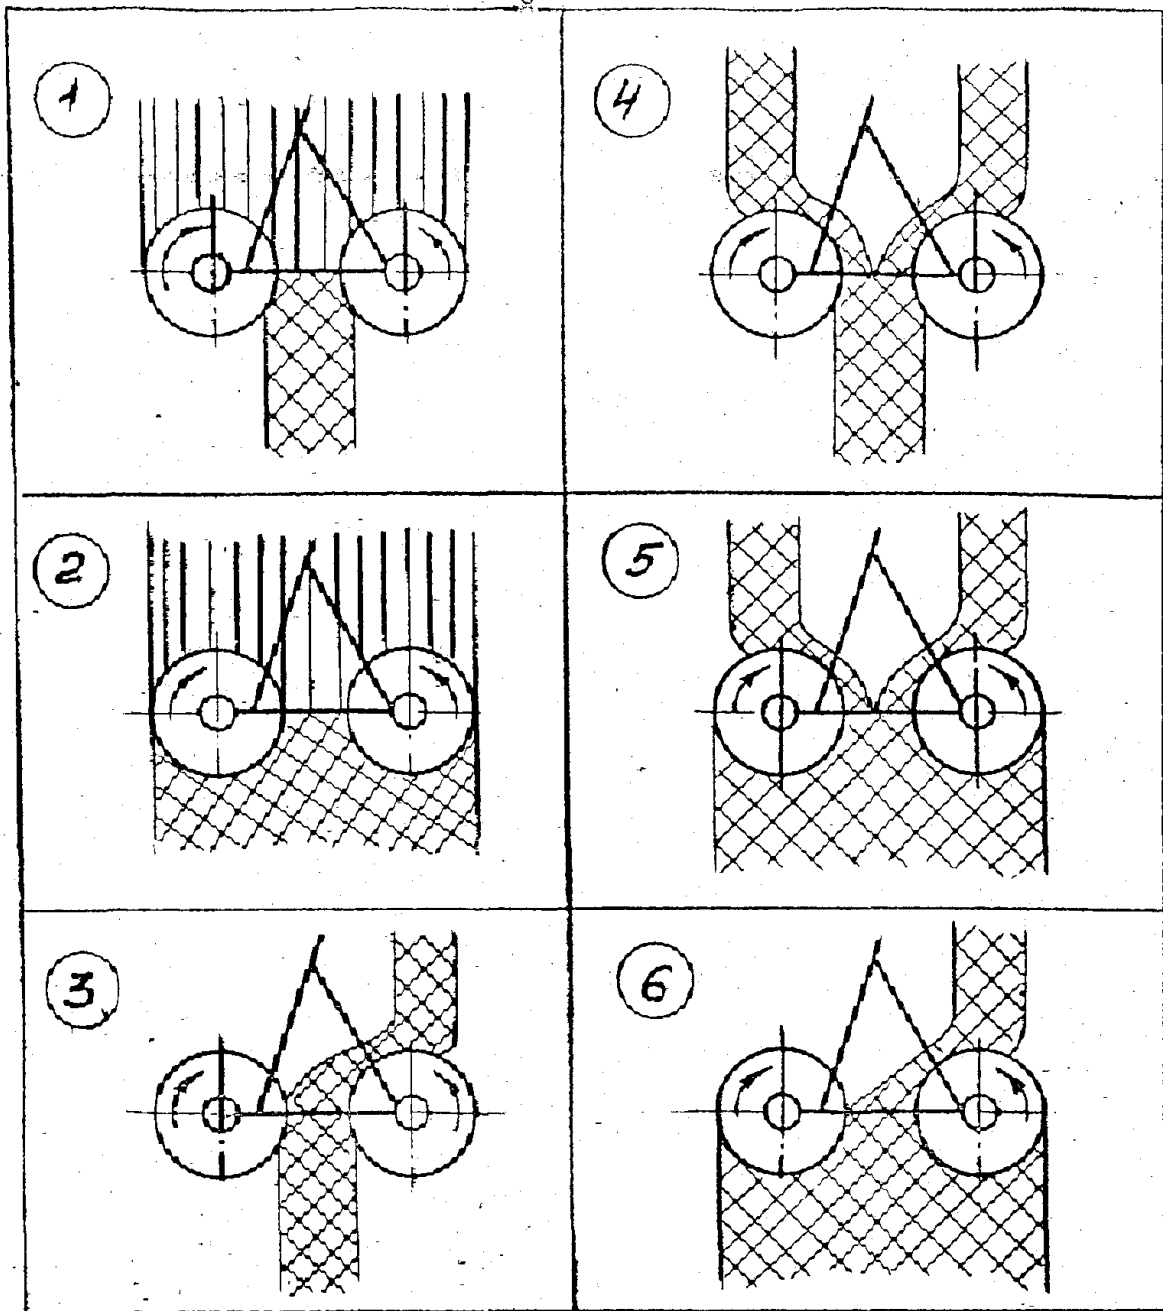

Рис.2. Технологические процессы и приемы их выполнения.
2.3.1. На рис. 2 указаны технологические процессы и их приемы выполнения:
- сгребания травы из прокосов в валки (рис.2,1.)
- ворошение травы в прокосах (рис.2,2)
- оборачивание валков (рис.2,3)
- сдваивание валков (рис.2,4)
- разбрасывание валков (рис.2,5; 2,6)